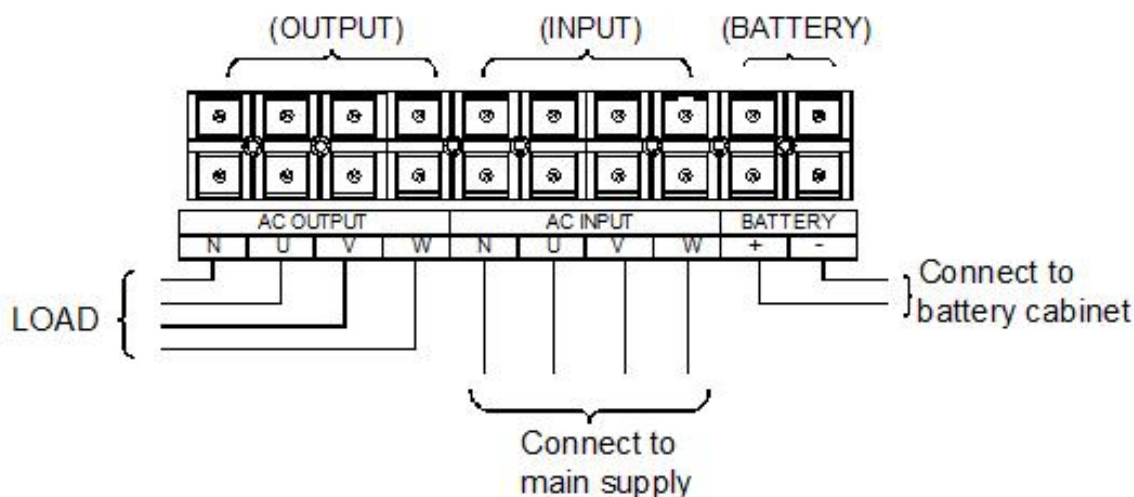

Fig. 4-9 A conexão para uma unidade
Sistema completo de conexão do equipamento como mostrado na Fig. 4-9:
- 2) Conforme mostrado na Fig. 4-9, conectar a entrada (rede) e saída do nobreak, assim como as baterias; preste muita atenção na polaridade das baterias, evitando, dessa forma, conectar as polaridades erradas.
- 4) A outra conexão é igual a conexão de uma unidade, conforme demonstrado na Fig. 4-9.